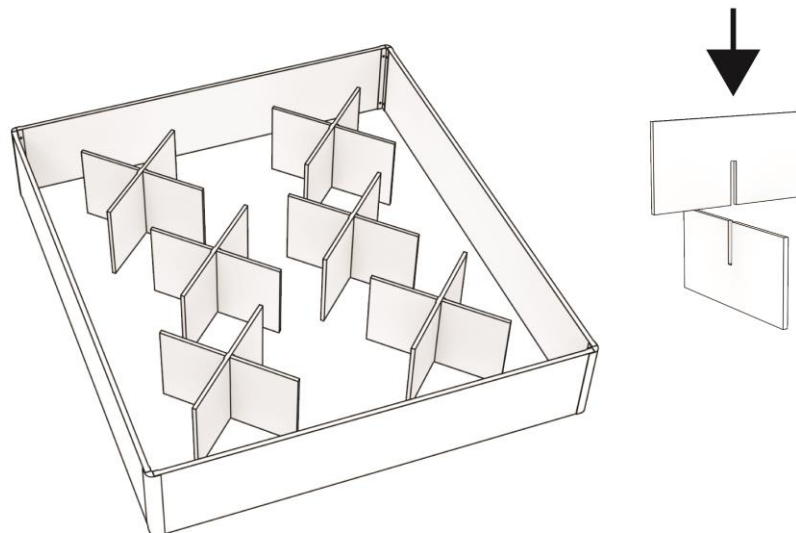

Abbildung 3: Montage der Kreuzstücke und Beispiel der Aufstellung
Schritt 3. Montieren Sie die mitgelieferten Kreuzbalken und legen Sie diese gleichmäßig in den durch die Leisten gebildeten Kasten. Siehe Beispiel in Abbildung 3. Der Ausgangspunkt ist, dass die zu platzierende Grundplatte immer in der Mitte einer Reihe von Kreuzen liegt. Die Anzahl der gelieferten Kreuze und deren Anordnung hängt von der Größe des Bettes ab. Tabelle 1 unten zeigt, wie viele Kreuze pro Bettgröße geliefert werden und wie viele Reihen von Kreuzen gebaut werden müssen.